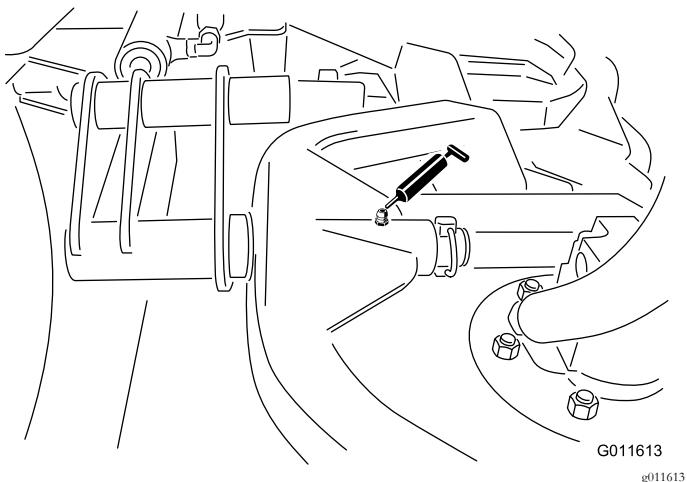

Figura 31
- Estrutura de suporte da articulação da unidade de corte (1 de cada)—Figura 31